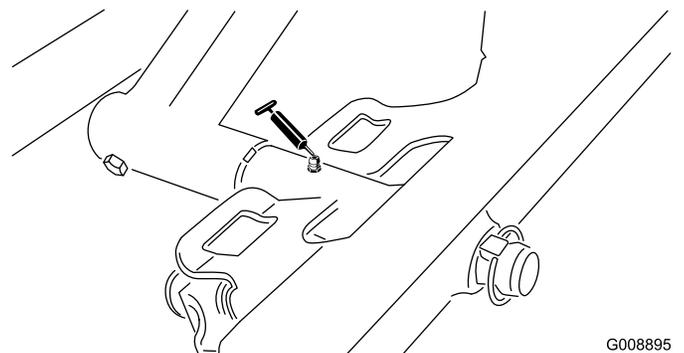

Figura 29
- Perno dell'apparato di taglio anteriore (Figura 29)